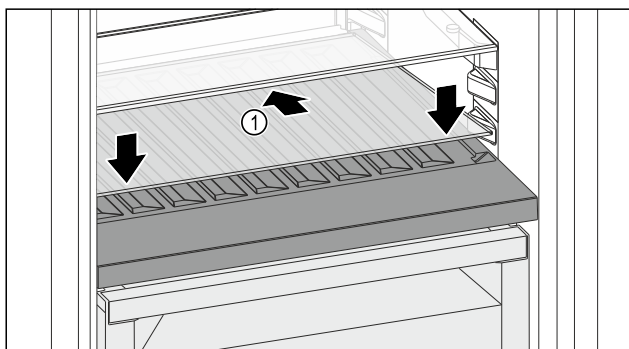

Fig. 163
- Vendosni pllakën e xhamit Fig. 163 (1) pjerrtas, dhe të anuar për poshtë në pjesën prapa.
- Ulni poshtë pllakën e xhamit Fig. 163 (1) përpara.